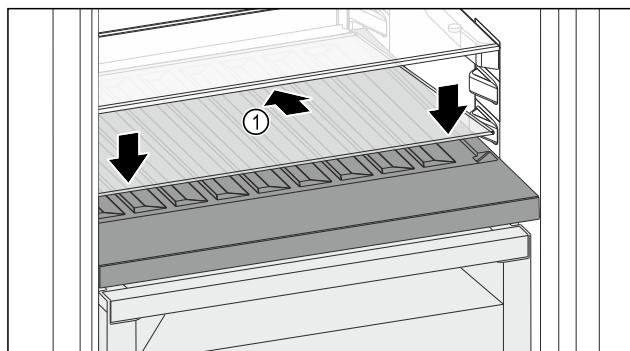

Fig. 115
► Nasadte sklenú dosku Fig. 115 (1) šikmo a naklonenú smerom dozadu nadol.
► Spusťte sklenú dosku Fig. 115 (1) vpred.